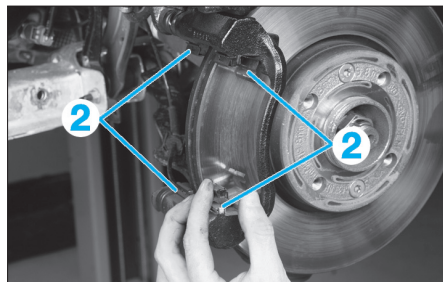

FIG. 3
- les agrafes de guidage (2) (Fig.3).